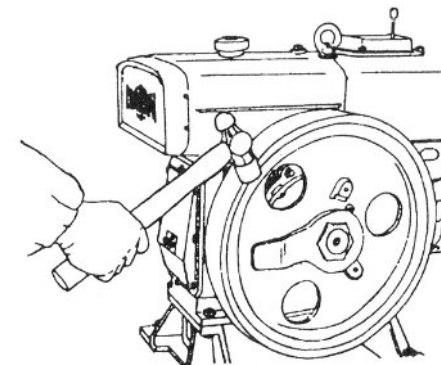

Fig.20- Soltando a porca do volante
(7) Desmontando o volante:
(A) Remova a polia. Solte a porca do volante com uma chave 60 e martelo (Fig.20).